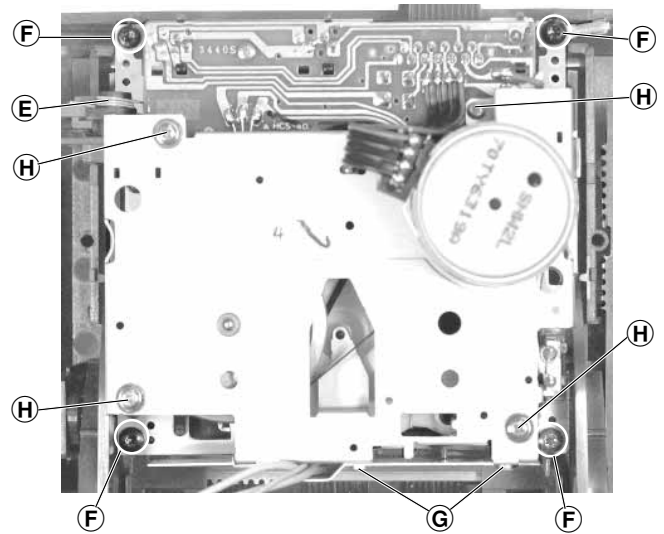

Fig. 6
- Drehfeder (E) aushängen (Fig. 6).
- 4 Schrauben (F) herausdrehen (Fig. 6).
- 2 Schrauben (G) herausdrehen und Abschirmblech abnehmen (Fig. 6).
- 4 Schrauben (H) herausdrehen (Fig. 6).
- Unhook the torsion spring (E) (Fig. 6).
- Undo 4 screws (F) (Fig. 6).
- Undo the 2 screws (G) and take out the metal shielding (Fig. 6).
- Undo 4 screws (H) (Fig. 6).